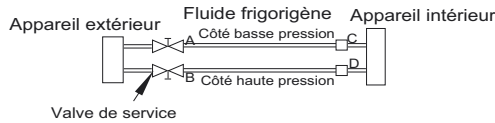

Figure 16 – Valve de service
1. Serrez complètement les écrous évasés A, B, C et D, branchez le flexible de l'ensemble de manomètres à un orifice de charge de la valve de service côté basse pression (voir fig. 16).